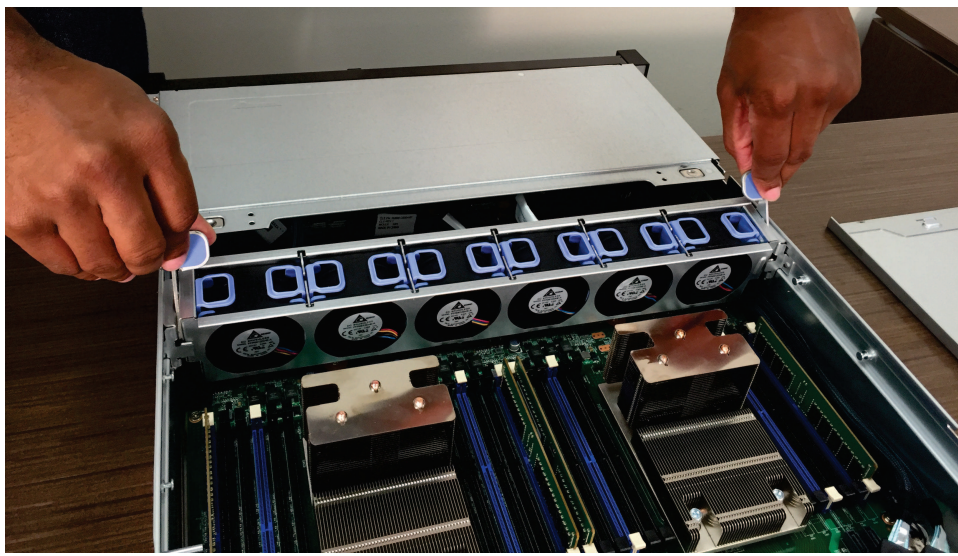

図 284. ファン・ブラケットの取り外し
2. 図 284 に示すように、ファン・ブラケット・リリース・ラッチをそれぞれ内側に押して、ファン・ブラケットを持ち上げてサーバーから取り外します。